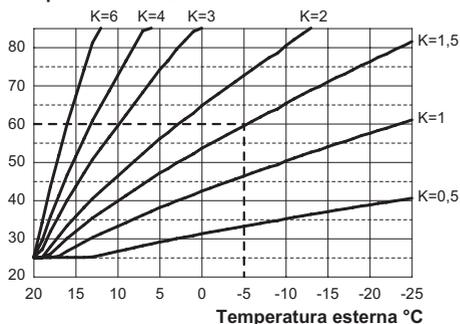

Figura 5.33
Se alla caldaia **È COLLEGATO** il comando remoto (opzionale) riferirsi alla Figura 5.33.
Quando si installa la sonda esterna bisogna impostare questo parametro in base al rendimento dell'impianto di riscaldamento per ottimizzare la temperatura di mandata (Figura 5.33).
Es. Per avere una temperatura di mandata all'impianto di riscaldamento di 60°C con una esterna di -5°C si deve settare un K di 1,5 (linea tratteggiata in Figura 5.33).
- Utilizzando i tasti 12 o 13 è possibile modificare il valore del parametro 15 da un minimo di **01** ad un massimo di **60** in base alla curva scelta del coefficiente K in Figura 5.33 (il valore letto